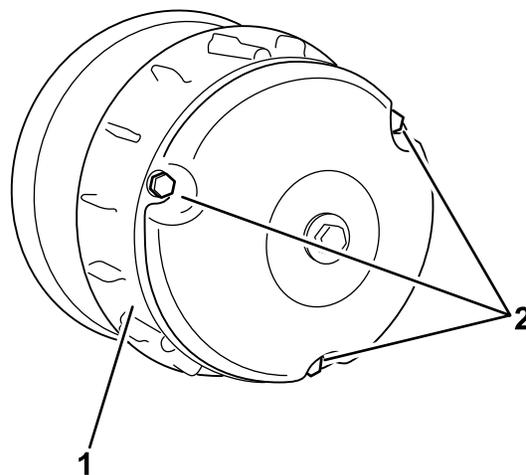

Bild 50
2. Entfernen Sie die drei Schrauben, mit denen die Abdeckung an der Kupplung befestigt ist, und nehmen Sie die Abdeckung ab (Bild 50).
4. Setzen Sie die Kupplungsabdeckung auf und befestigen Sie sie mit den drei in Schritt 2 entfernten Schrauben (Bild 50).